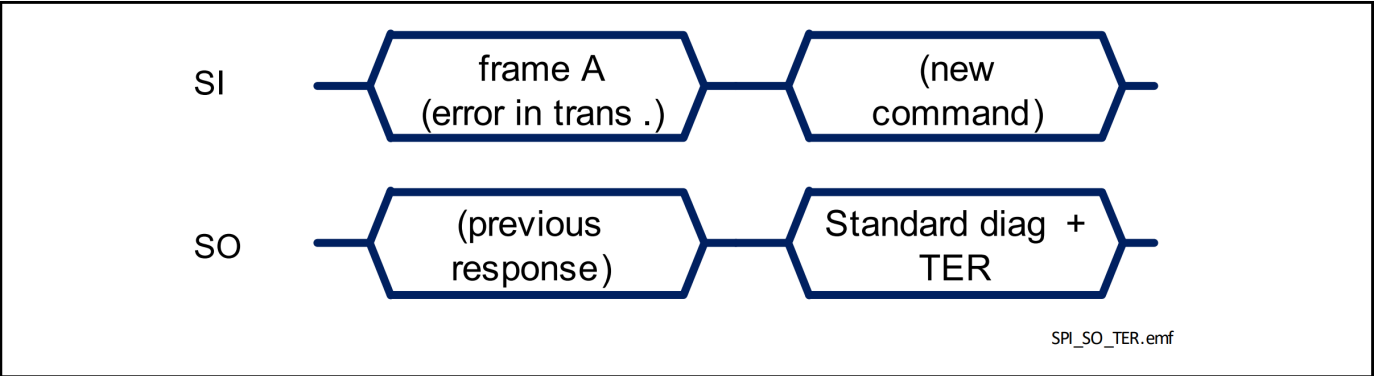

图 42 传输出现错误后 TLD5542-1 的响应
- 如果在前一帧中发生错误（例如，时钟脉冲不是 8 的倍数，且最小值为 16 位），如图 42 所示